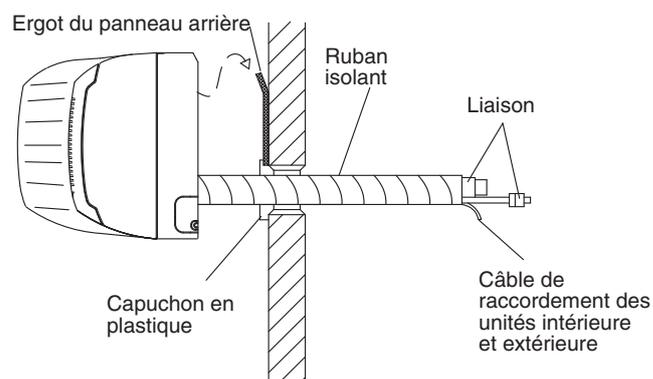

Fig. 3-60
(1) Cintrez le tube de réfrigérant de manière à ce qu'il s'insère aisément dans le trou. (Fig. 3-60)
(2) Une fois le test de fuite effectué, entourez de ruban isolant le tube de réfrigérant et le tube des condensats.